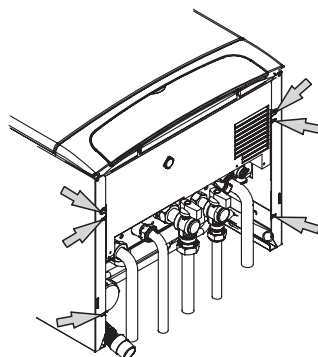

Рисунок 5.17
- Открутите шесть указанных винтов, см. Рисунок 5.17.